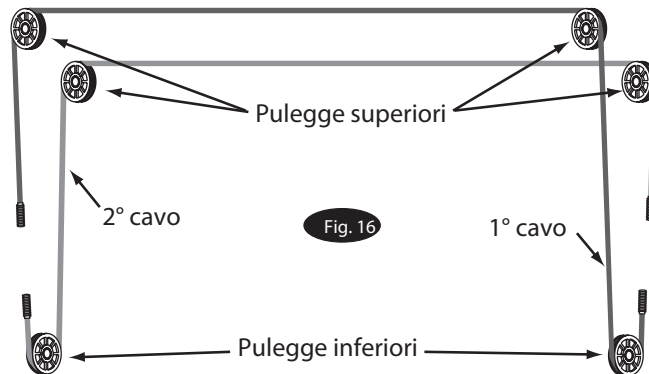

Fig. 16
- A) Fare riferimento alla Fig. 16 per la disposizione generale dei cavi.